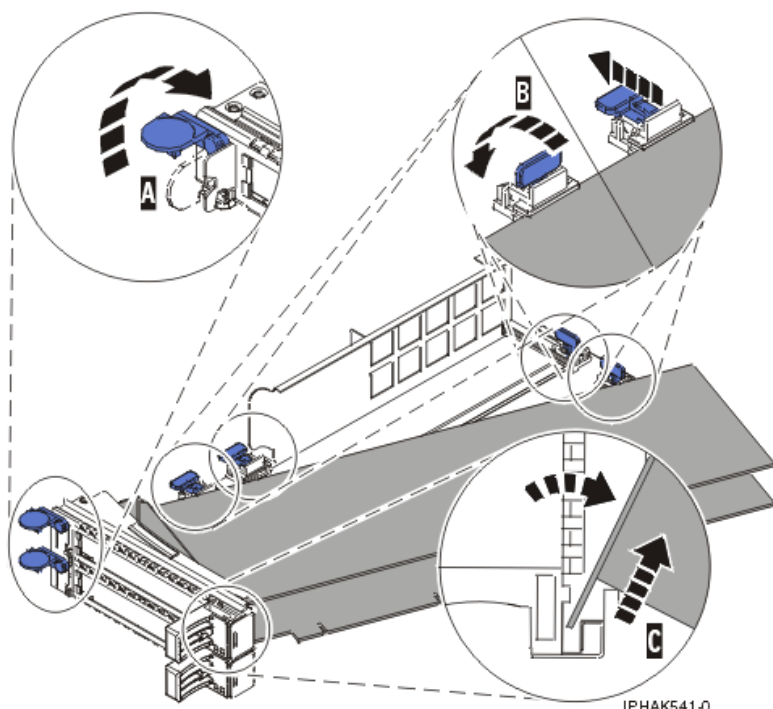

Figure 71. Retrait de l'adaptateur de la cassette de cartes PCI
- a. Déverrouillez les crochets de retenue de l'adaptateur en faisant tourner l'étrier de retenue (A) pour le mettre en position horizontale. Pour plus d'informations, voir figure 71, à la page 81.
- b. Poussez les crochets de retenue (B) hors de l'adaptateur.
- c. Déverrouillez le levier de blocage de la poupée (C).